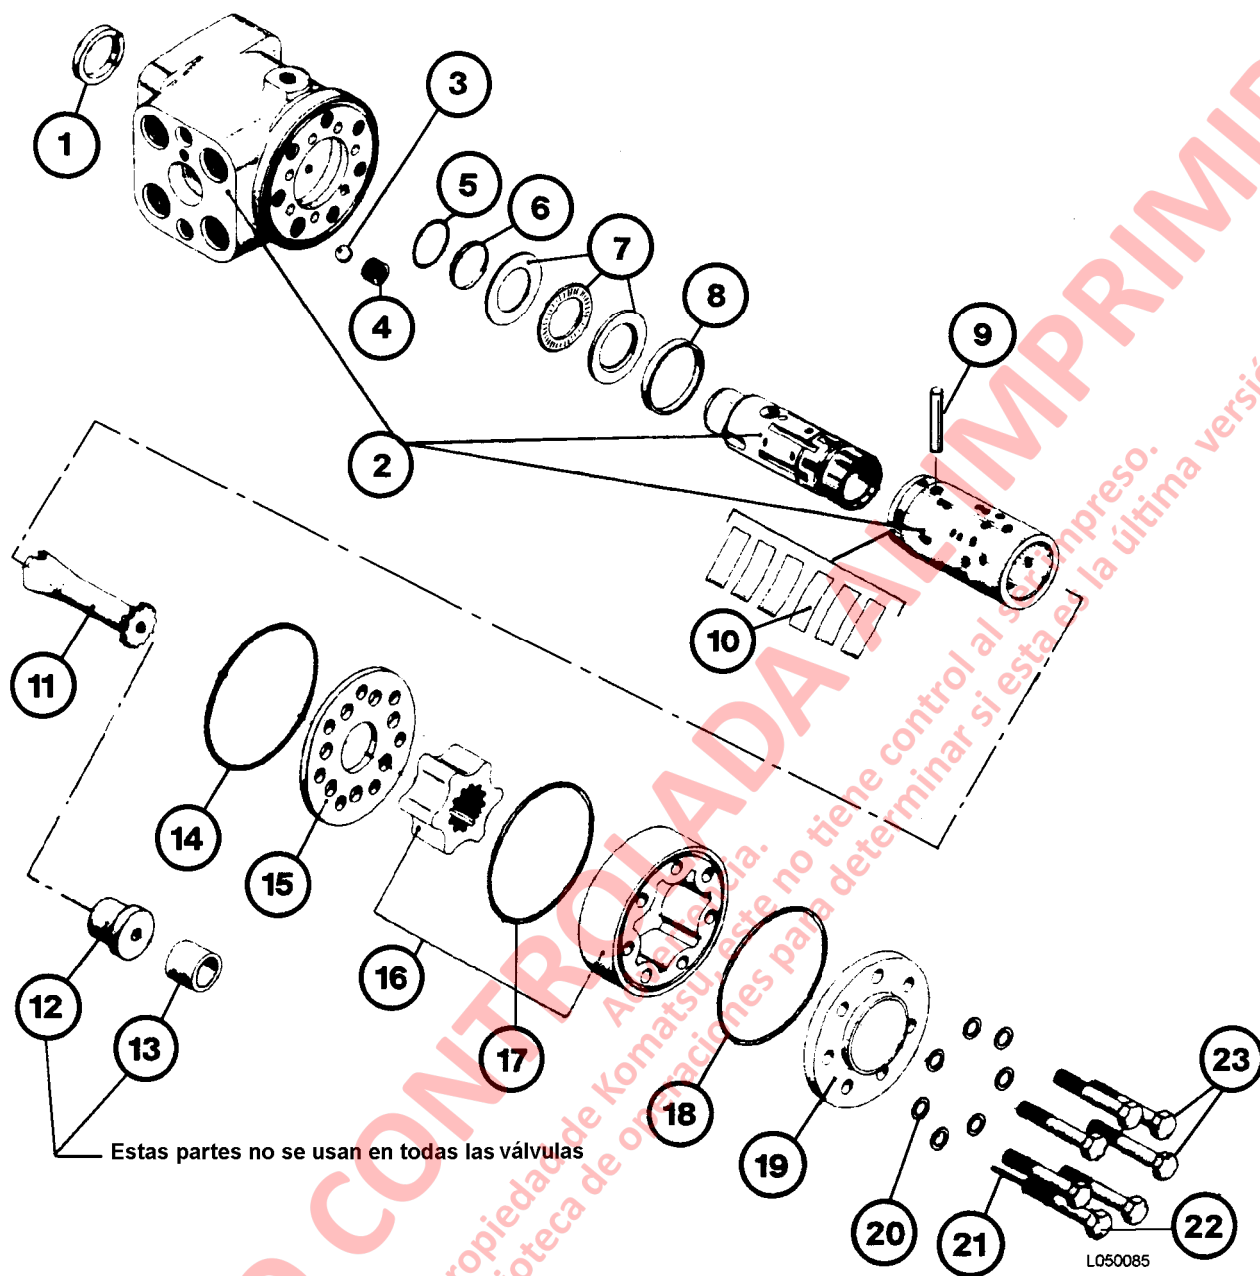

FIGURA 5-7 VALVULA DE CONTROL DE LA DIRECCION
5. Saque el engranaje externo del conjunto de la rueda de engranajes (1) y el anillo de goma entre el conjunto de engranajes y la placa de distribución.
7. Retire el eje cardán (11, Figura 5-7), la placa de distribución (15) y el anillo de goma (14).
8. Saque el buje roscado (4) y la bola (3).
5. Instale el pasador transversal (9, Figura 5-7).
7. Coloque el sello de polvo (1, Figura 5-7) en su posición. Usando un bloque plano de hierro sobre el sello, golpee para colocar en posición.
11. Lubrique el anillo de goma de la caja (3) con vaselina e instale en la ranura de la caja.
12. Monte la placa de distribución (15, Figura 5-7) con los orificios de la placa calzando en los orificios correspondientes de la caja.
13. Guíe el eje cardán (11) dentro de la cavidad con la ranura en el eje cardán alineado con el pasador transversal (9).
17. Alinee la cubierta (19) usando las marcas como referencia e instale usando los pernos (23) y las golillas (20).
18. Instale el perno con el pasador (22) en el orificio correspondiente.